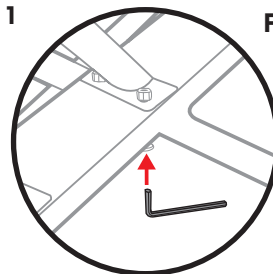

Figura 3
3. Apriete con los dedos, luego use la llave Allen para asegurar completamente la rueda delantera al marco (Figura 3).